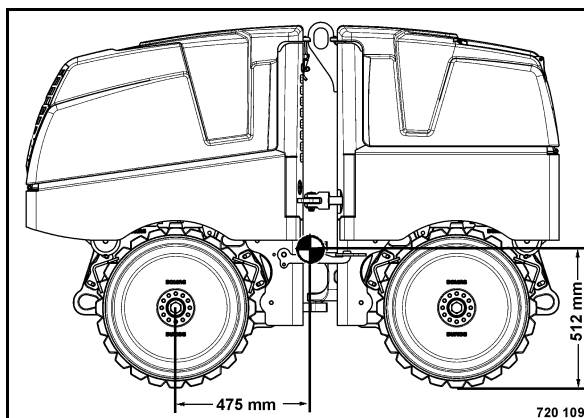

Рис. 85
- Положение центра тяжести (Рис. 85).